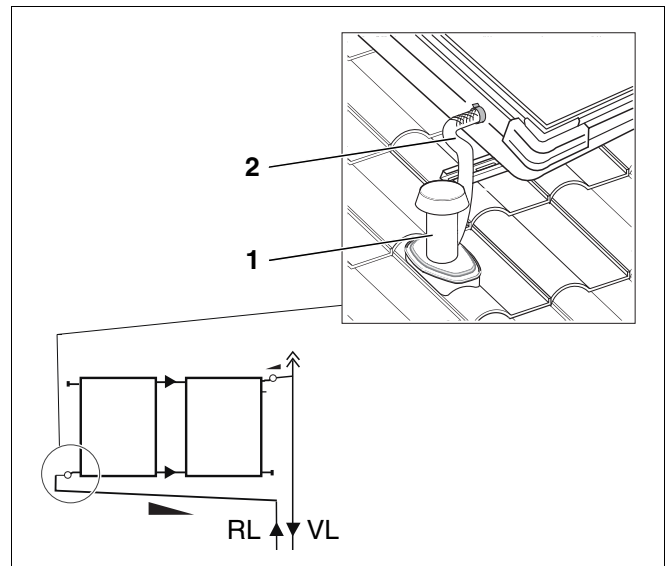

Fig. 43 Conexión de la tubería de retorno
Al realizar el montaje, preste atención a colocar la tubería de retorno por debajo del panel del colector con pendiente hacia el panel (fig. 43).
- ▶ Fije el tubo solar largo (fig. 43, **pos. 2**) al colector con la abrazadera.
- ▶ Guíe la tubería de retorno al desván a través de un paso de tejado adecuado (p. ej. una campana de ventilación sanitaria) (fig. 43, **pos. 1**).